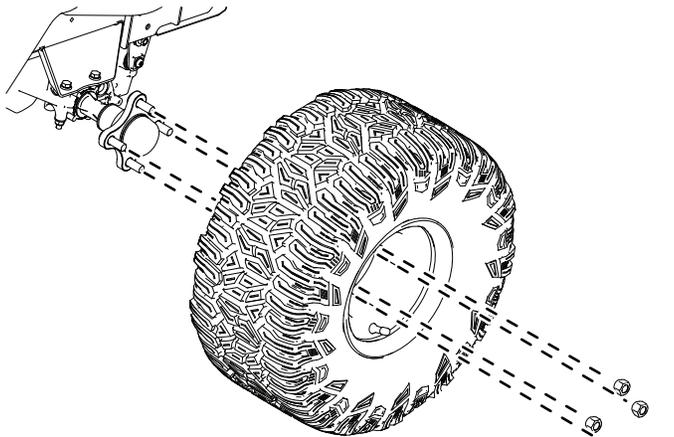

Bild 4
10. Entfernen Sie die Hinterräder, wie in Bild 4 dargestellt.
1. Bringen Sie die Hinterräder an, wie in Bild 4 dargestellt.